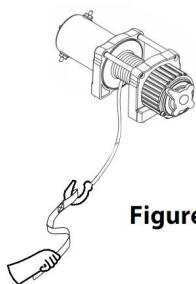

Figure 2
9. **UTILISEZ TOUJOURS LE PROTÈGE-MAIN lorsque** vous guidez le câble métallique vers l'intérieur ou l'extérieur. (Voir Figure 2).